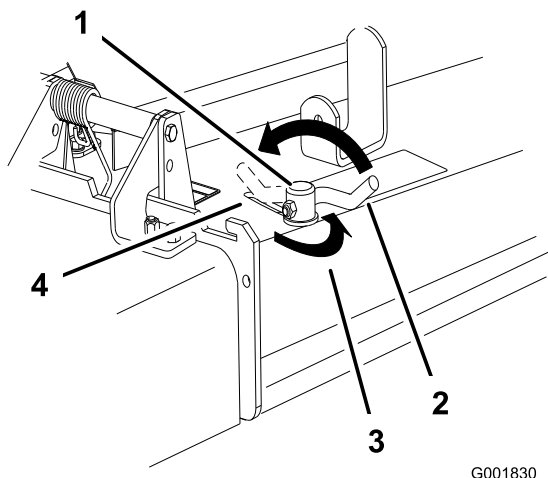

Figure 22
3. Pour régler le verrou à came, soulevez le levier pour desserrer le verrou (Figure 22).
5. Repoussez le levier à sa position d'origine pour serrer le déflecteur et le verrou (Figure 22).